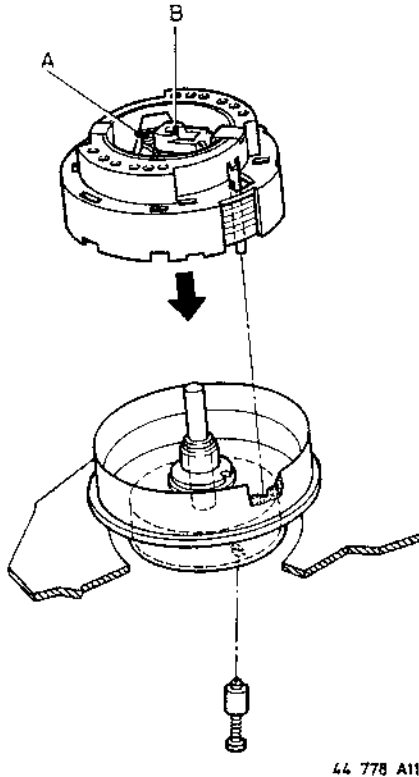

Fig. 1-10
- Den Fixierstift (in Serviceverpackung mitgeliefert) in das Referenzloch an der Unterseite der Abtasteinheit eindrücken bis er einrastet und den Rotor in seiner Position festhält. (fig. 1-10)
Die Schutzkappe und die beiden 0,15mm Mylar-Folien erst entfernen wenn der Einbau komplett abgeschlossen ist. (Fig. 1-10)
- Drücke die kopfscheibe in der Mitte "B" mit einer Kraft von 1N (Mitte der Schutzkappe) nieder. (Fig. 1-10)